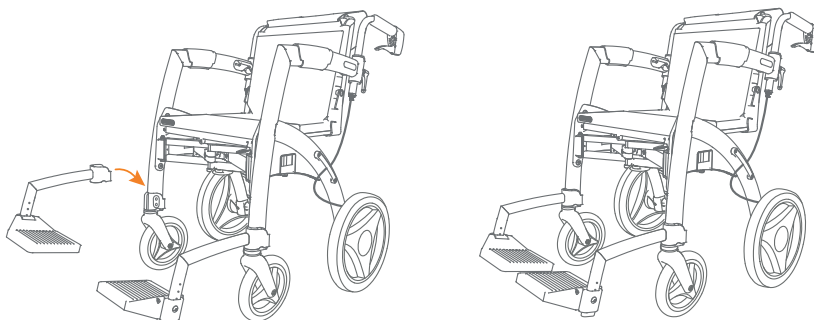

Abbildung 39: Platzieren Sie die Fußstützen. Abbildung 40: Rollstuhl einsatzbereit.
- e. Die Fußstützen befinden sich in der Rollstuhlflasche. Diese platzieren Sie in den Fußstützenhaltern an der Vorderseite des Rollz Motion, indem Sie die Fußstützen von der Oberseite der Fußstützenhalter herunter gleiten lassen (Abbildung 39). Die Fußstützen gleiten nicht sanft über die Fußstützenhalter? Dann wenden Sie keine Gewalt an. Schieben Sie diese wieder nach oben und versuchen Sie es noch einmal.